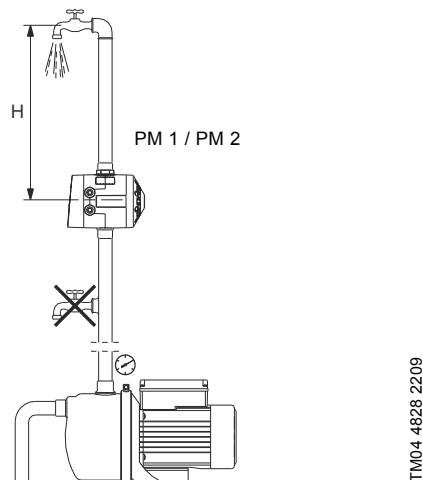

Рис. 8 Пример монтажа
Технические данные для PM 1 и PM 2 можно найти на стр. 13. При выборе PM 1 или PM 2 необходимо учитывать максимальные нагрузки на контакты. Кроме того, расстояние по высоте (H) между PM и наивысшей точкой водоразбора не должно превышать значений, указанных в следующей таблице. Смотрите также рис. 8 на стр. 8.